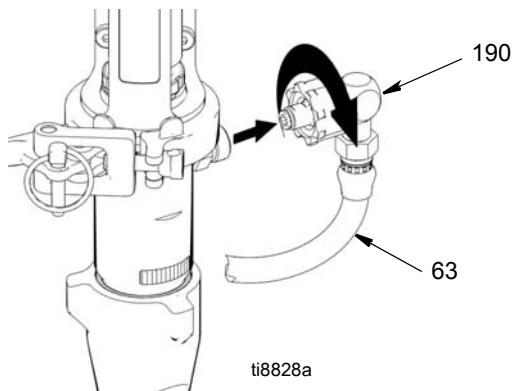

FIG. 14
4. (Fig. 14) Demontați fittingul furtunului de vopsea (190) și furtunul de vopsea (63) din fittingul pompei.